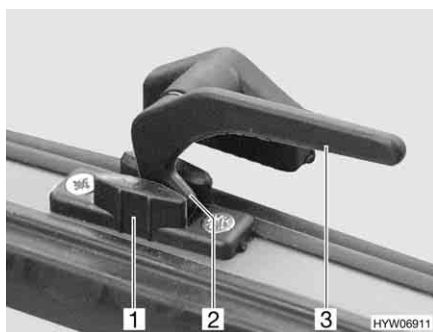

Bild 49 Låsarm i läget "kontinuerlig vädning"
- I läget "kontinuerlig vädning" (Bild 49)
- Sväng låsarmen (Bild 49,3) ett kvarts varv mot fönstrets mitt.
- Vrid tillbaka låsarmen. Därvid måste låsspaken (Bild 49,2) föras in i spåret på fönsterlåset (Bild 49,1).